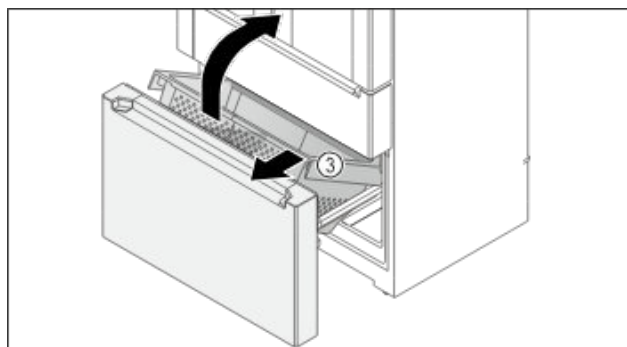

Fig. 151
- ▶ Pojemnik Fig. 151 (3) podnieść w przód.
- ▶ Pojemnik Fig. 151 (3) wyjąć w przód po skosie.